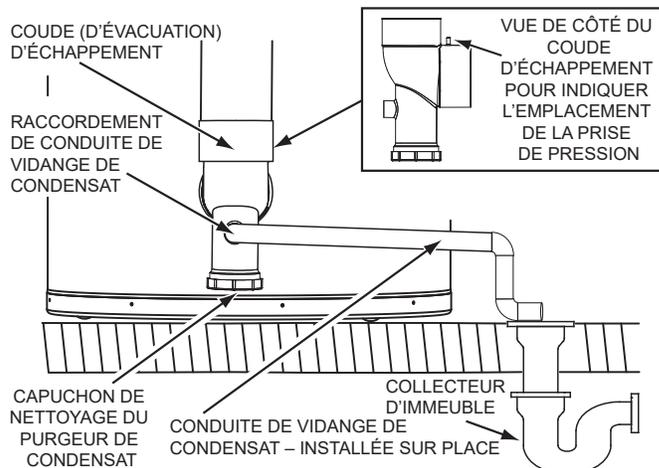

Figure 56. Installation de la vidange de condensat
2. Installer une conduite de vidange de condensat de 1/2 po en PVC entre le raccord de vidange de condensat sur le coude d'évacuation/condensat et un collecteur d'immeuble adéquat. La conduite de condensat doit être inclinée vers un collecteur ouvert. Voir la **Figure 56**.
3. S'assurer que tout écoulement sort de la conduite de vidange de condensat à proximité d'un siphon de sol adéquat ou à l'extérieur du bâtiment. Voir la **Figure 56**.
4. S'assurer que la conduite de vidange du condensat n'est pas élevée au-dessus du raccord de vidange de condensat sur le coude d'évacuation/condensat. Voir la **Figure 56**.